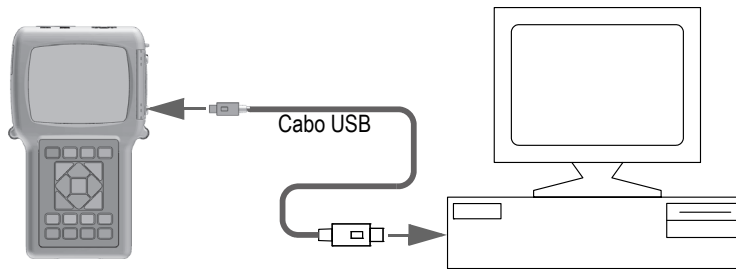

Figura 14-1 Conectar o 38DL PLUS a um computador
8. Conecte uma das extremidades do cabo USB ao conector USB na Porta I/O do 38DL PLUS, e a outra extremidade a porta USB do computador (veja Figura 14-1 na página 263).